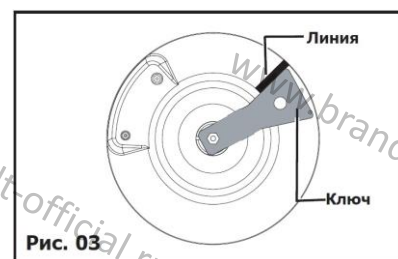

Рис. 03
В существующей системе можно использовать мягкую трубу с хомутами со сроком службы пять лет. В этом случае необходимо использовать переходник, установив уплотнитель между переходником и коленом. (Рис. 03).
- поворачивайте ключ по часовой стрелке до тех пор, пока линия не появится с другой стороны (рис. 03);